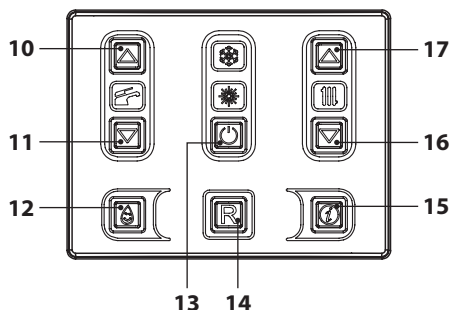
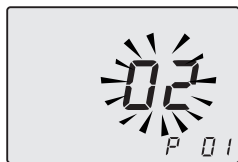
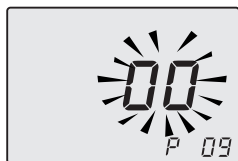

Figura 7.2
Figura 7.3
Figura 7.4
- Entrare in "modalità programmazione" premendo contemporaneamente per 10 secondi i tasti 13-16-17 (Figura 7.2) fino a far apparire sul display LCD le lettere **P01** e il valore del parametro, indicanti l'entrata nel "parametro 01" (Figura 7.3).
- Premere il tasto 16 o 17 (Figura 7.2) per scorrere i parametri fino al parametro **P09** e il valore del parametro, indicanti l'entrata nel "parametro 10" (spazzacamini **00** = spazzacamino non attivo) (Figura 7.4).
- Utilizzare i tasti 16 o 17 (Figura 7.2) fino a portarsi allo stato **hP** (spazzacamino attivo in minimo riscaldamento) e premere il tasto 13 per confermare. Sul display appare **hP** alternato alla temperatura minima di riscalda-
- Utilizzare i tasti 16 o 17 (Figura 7.2) fino a portarsi allo stato **dp** (spazzacamino attivo in massimo sanitario) e premere il tasto 13 per confermare. Sul display appare **dp** alternato alla temperatura massima in sanitario.
- Entrare in "modalità programmazione" premendo contemporaneamente per 10 secondi i tasti 13-16 (Figura 7.2) fino a far apparire sul display LCD le lettere **P01** e il valore del parametro, indicanti l'entrata nel "parametro 01" (Figura 7.3).
- Premere il tasto 17 (Figura 7.2) per scorrere i parametri fino al parametro **P09** (spazzacamini) (Figura 7.4).
- Agire sui tasti 17 o 16 (Figura 7.2) per incrementare o decrementare il valore. Attendere 3 secondi per stabilizzare la pressione del gas quindi leggere il valore sul manometro gas. **Ricordarsi di mantenere l'andamento in salita.**
- Premere il tasto 11 (Figura 7.2) per 1 secondo per memorizzare il valore.
- Premere il tasto 10 (Figura 7.2) per passare
- Agire sui tasti 17 o 16 (Figura 7.2) per incrementare o decrementare il valore. Attendere 3 secondi per stabilizzare la pressione del gas quindi leggere il valore sul manometro gas. **Ricordarsi di mantenere l'andamento in discesa.**
- Premere il tasto 10 (Figura 7.2) per verificare il valore massimo impostato ed eventualmente correggerlo seguendo la procedura sopra descritta.
- Premere il tasto 10 (Figura 7.2) per verificare il valore minimo impostato ed eventualmente correggerlo seguendo la procedura sopra descritta.